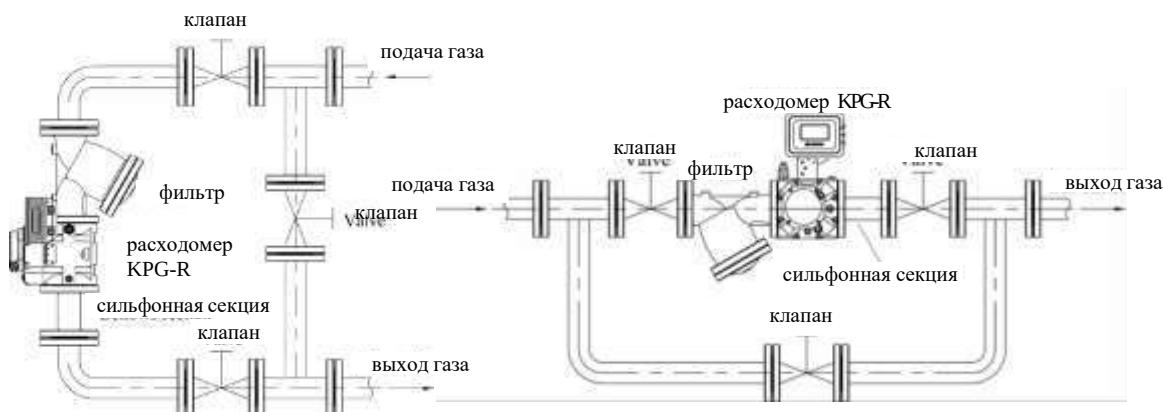

РИС.7 Схема вертикальной и горизонтальной установки расходомера
- i) Расходомер должен быть оснащен передним и задним клапанами и обводными трубами, чтобы не нарушать подачу воздуха во время технического обслуживания. На РИС.7 представлена типичная схема трубопровода для установки расходомера для ознакомления пользователей.